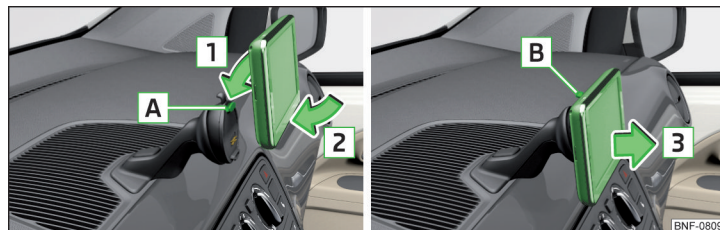

Fig. 85 System i holder: Fastgørelse / Aftagning
- Sæt først systemet ind i den øverste del af holderen **A** i pilens retning **1** » Fig. 85.
- Tryk på udløserknappen **B**, og tag systemet af i pilens retning **3** » Fig. 85.